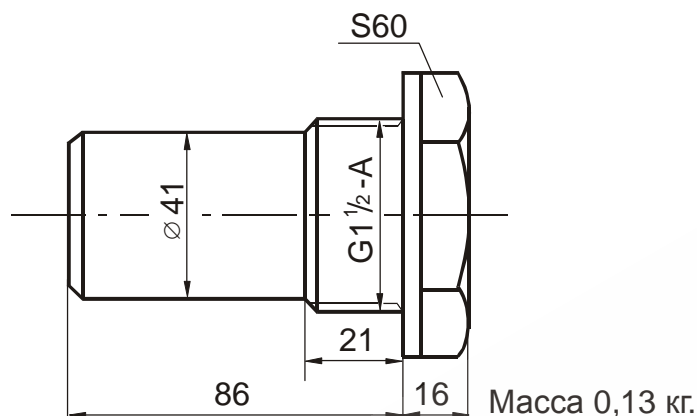

Рисунок 2 – Стакан защитный
7.1 Рекомендуемые варианты размещения прибора на объекте приведены на рисунке 3. Защитный стакан (рисунок 2) используется в качестве заглушки и обеспечивает герметичность резервуара, когда прибор снимается для проверки или замены. Для нормальной работы прибора необходимо, чтобы чувствительная поверхность сигнализатора уровня выступала внутрь резервуара не менее, чем на 20 мм (размер